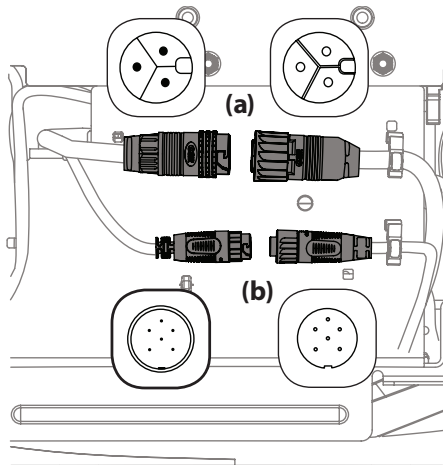

Figura 4-7
4. Desconecte el motor de la plataforma de los adaptadores de la parte derecha o inferior del montable. Gire el conector más grande (a) 1/4 de vuelta en sentido contrario a las agujas del reloj y empuje hacia abajo. Repita el procedimiento con el conector más pequeño (b). Consulte la Figura 4-7.